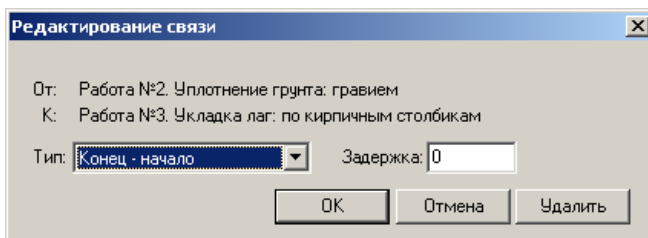

Рис.3.27 Диалоговое окно «Редактирование связи».
4. Чтобы изменить настройки связи (тип и назначить задержку), дважды щелкните левой кнопкой мыши по необходимой связи. В открывшемся окне «**Редактирование связи**» (Рис. 3.27) внесите необходимые данные:
Для того чтобы редактировать свойства уже созданной связи, вызовите окно **«Редактирование связи»** (Рис. 3.27), дважды щелкнув на связи левой кнопкой мыши. Данное окно позволяет: